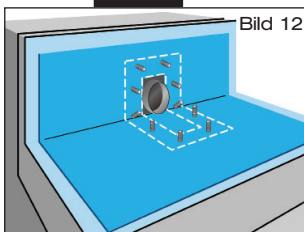

Bild 12
2.5 Zweite Lage der **Dachdichtungsbahn** über Ablaufrohr mit Festflansch ausrollen und im Bereich der Muffenverbindung aussparen (Bild 12).
3.5 **Anschlussbahn** bauseits aus vorhandener Kunststoff-Dachdichtungsbahn, Größe: ca. 700 mm x 1000 mm, zuschneiden und im Bereich der Muffenverbindung aussparen (Bild 12).